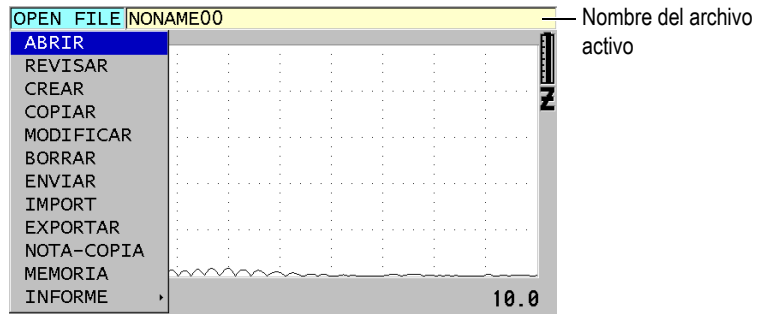

Figura 5-10 Nombre del archivo activo en la zona de identificación
El registrador de datos del 38DL PLUS es un sistema basado en archivos que permite abrir un archivo a la vez. El archivo activo almacena una medida en una localización con un N.º de identificación de medición de espesor. Cada vez que la tecla [SAVE/SEND] es pulsada, la lectura de la medición, que aparece en la pantalla, es almacenada con el número de identificación (ID) en curso del archivo activo. El ID incrementará automáticamente en las siguientes mediciones. Al pulsar la tecla [FILE], el nombre del archivo activo aparece en la zona de identificación (arriba del menú). Véase la Figura 5-10 en la página 86.